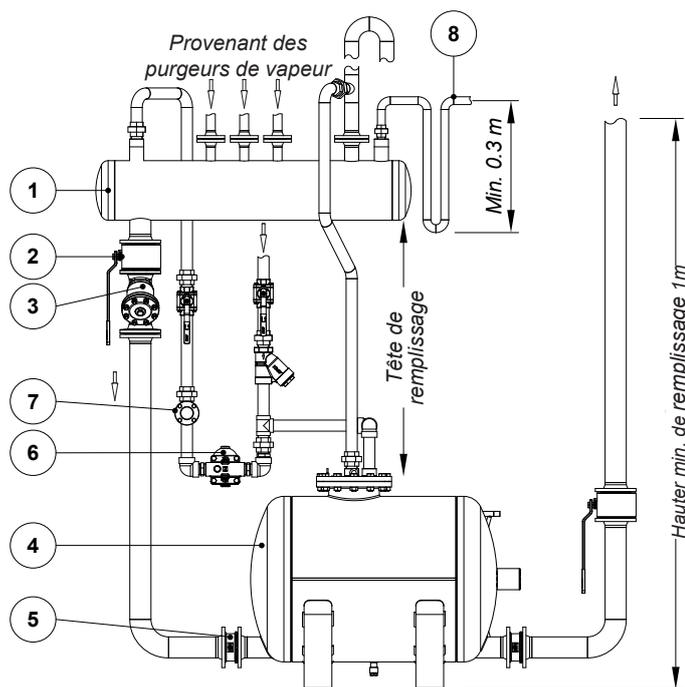

Fig. 1
- INSTALLATION:** Installation horizontale. Un exemple est illustré à la figure 1. Voir IMI – instructions d'installation et d'entretien.
4. Tête de remplissage disponible (voir Fig. 1) en mm ou toute autre dimension permettant de la déterminer.